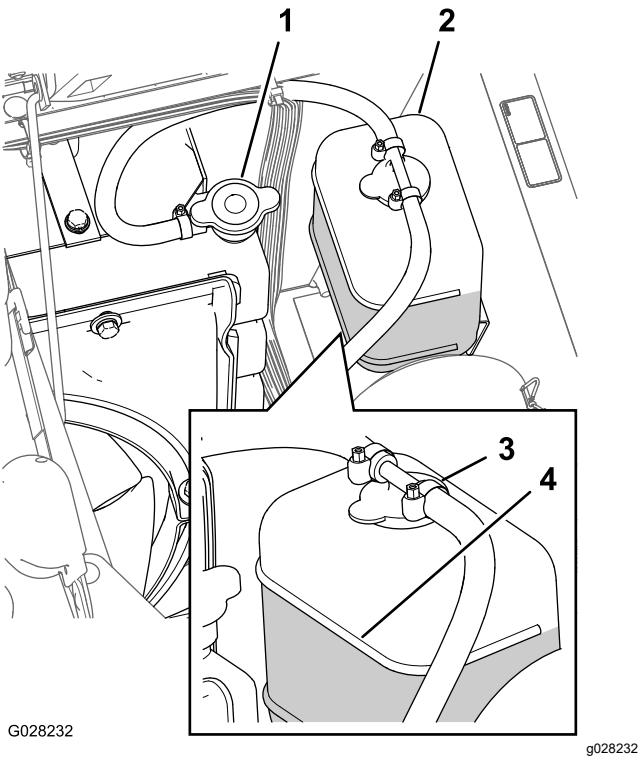

Bild 100
3. Schrauben Sie den Kühlerdeckel und den Deckel vom Ausdehnungsgefäß vorsichtig ab (Bild 100).
- Hinweis:** Der Kühler muss bis zur Oberkante des Füllstutzens, und das Ausdehnungsgefäß bis zur Voll-Markierung am Behälter gefüllt sein (Bild 100).
5. Wenn der Kühlmittelstand niedrig ist, nehmen Sie den Deckel des Ausdehnungsgefäßes und den Kühlerdeckel ab. Füllen Sie dann das Ausdehnungsgefäß bis zur VOLL-Markierung und den Kühler bis zur Oberkante des Einfüllstutzens (Bild 100).
6. Drehen Sie die Deckel wieder auf das Ausdehnungsgefäß und den Kühler auf (Bild 100).
2. Warten Sie, bis der Motor abgekühlt ist, und nehmen Sie dann den Kühlerdeckel ab (Bild 100).
6. Nehmen Sie den Kühlerdeckel ab (Bild 100).
8. Lassen Sie den Motor an, wenn der Deckel lose auf dem Kühler sitzt (Bild 100).
10. Wenn das Kühlmittel warm ist, füllen Sie Kühlmittel bis zur Dichtungsoberfläche des Deckels nach und drehen Sie den Deckel fest (Bild 100).
11. Nehmen Sie den Deckel des Ausdehnungsgefäßes ab und füllen Sie den Behälter bis zur Cold-Markierung mit Kühlmittel (Bild 100).